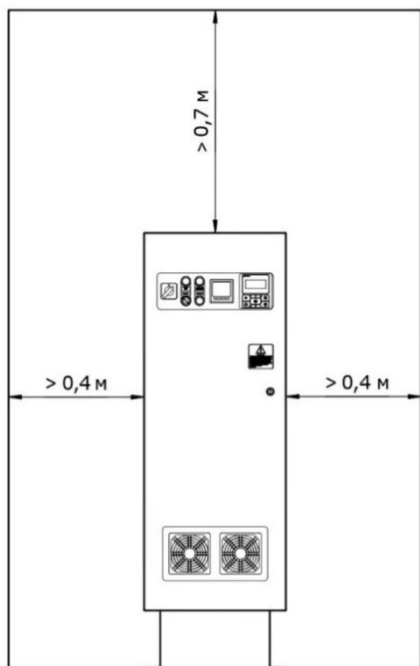

Рис. 3
6.4. При монтаже электрокотла для удобства эксплуатации, сервисного обслуживания, а также работы системы вентиляции, необходимо выдерживать минимальные расстояния до стен, пола и потолка, указанных на рис. 3. При планировке местоположения трубопроводов и компонентов обвязки (циркуляционный насос, фильтр и т.п.) должна быть предусмотрена возможность демонтажа блоков ТЭНов длиной 850 мм из бака электрокотла.
- закрепить блок коммутации и управления на стене, соблюдая минимальные расстояния, указанные на рис. 3;